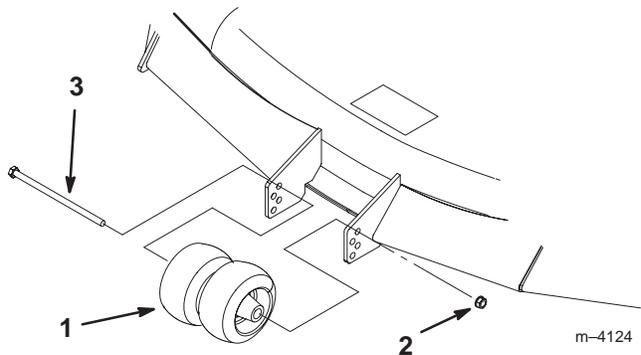

Figure 19
3. Lorsque la hauteur de coupe est réglée, enlevez le boulon et l'écrou (Fig. 19).
- Choisissez le trou qui convient pour que les galets centraux se trouvent le plus près possible de la hauteur de coupe correspondante voulue (Fig. 19).
- Installez le boulon, les galets centraux et l'écrou (Fig. 19).